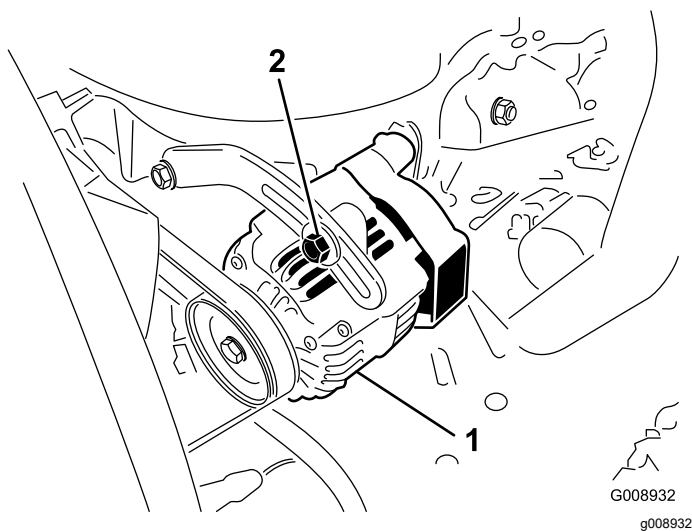

Figure 91
2. Si vous n'obtenez pas une flèche de 10 mm, desserrez les boulons de fixation de l'alternateur (Figure 91).